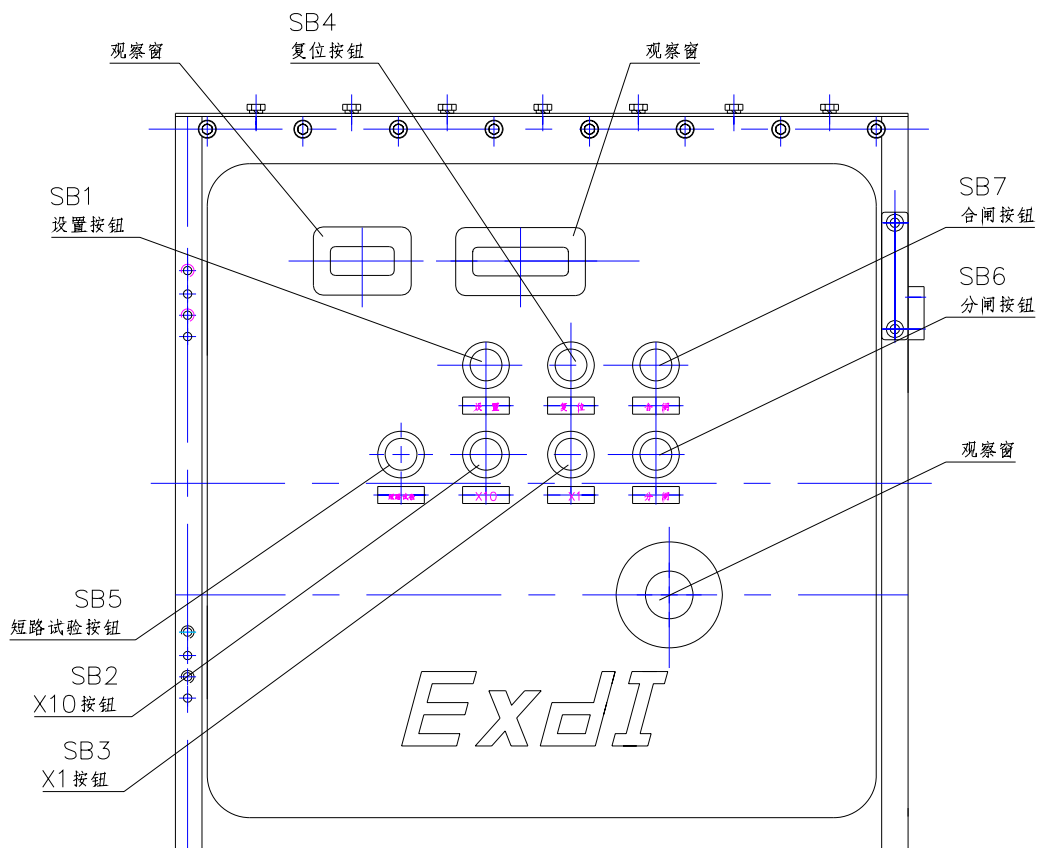

图 4 主腔门盖（外面）
2.1.4 主腔门盖部件外面见图 4。开门时需先将馈电开关机壳右侧的机械联锁顶杆旋至门盖平面以内，然后提起馈电开关左侧固定于铰链上的操作手把，将门盖向上抬起大约 30mm 后（不要抬得过高）即可拉动门盖右侧拉手将门打开。关门时，用手平提铰链上的操作手把，转动门盖将其合拢（转动门盖时，注意：1. 操作手把抬起的高度，避免操作手把上部的凸轮与铰链顶撞。2. 避免门盖组件与主腔的联接线束损坏。），然后将馈电开关左侧的操作手把压下，将门盖下压到位，再将机械联锁顶杆旋至门盖平面以外。